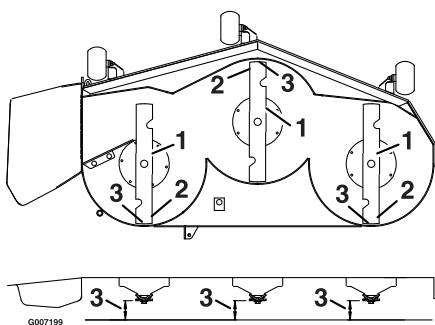

Figure 52
- Faites pivoter les lames avec précaution pour faire passer les pointes avant à l'arrière (Figure 52).
- Mesurez la distance entre la pointe de la lame avant et la pointe de la lame arrière par rapport à la surface plane (Figure 52). Si la pointe avant de la lame n'est pas de 1,6 à 7,9 mm (plus basse que la pointe arrière, réglez la patte de fixation avant.